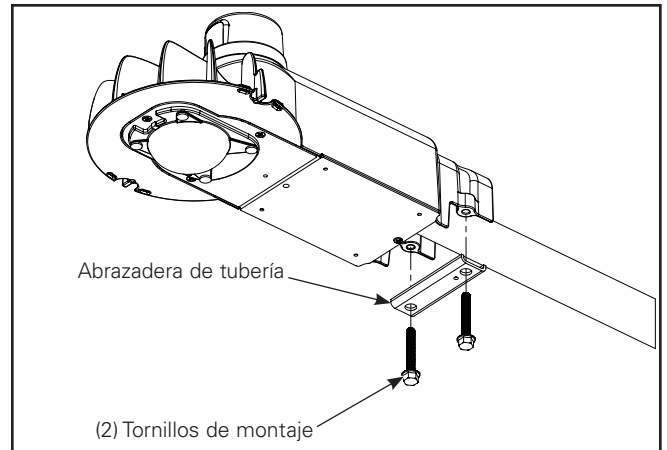

Figura 6.
- Use una llave de tubo de 1/2" para aflojar la abrazadera de tubería de la luminaria, dejando espacio suficiente para permitir que la tubería de montaje se deslice en el paso de nivelación deseado (Figura 6).